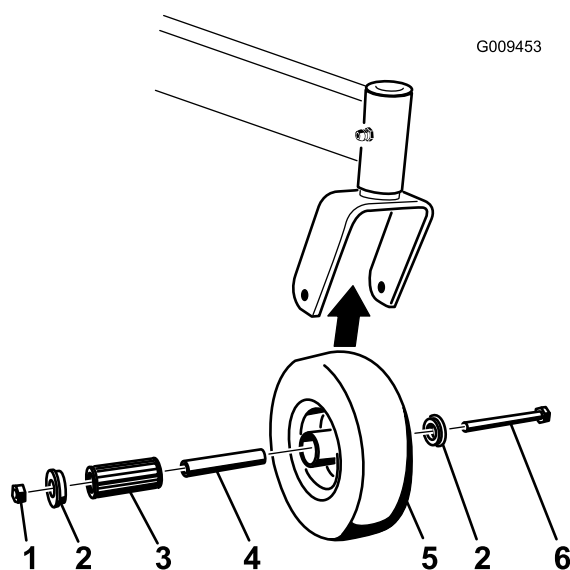

Figure 61
1. Enlevez le contre-écrou et le boulon de fixation de la roue pivotante à la chape (Figure 61).
2. Enlevez une bague, puis sortez la douille pour clé et le roulement à rouleaux du moyeu de roue (Figure 61).
3. Enlevez l'autre bague du moyeu, puis nettoyez la graisse et les saletés éventuellement présentes dans le moyeu (Figure 61).
**Remarque:** Remplacez les pièces endommagées ou usées (Figure 61).
5. Placez une bague dans le moyeu (Figure 61).
6. Lubrifiez le roulement à rouleaux et la douille pour clé, et insérez-les dans le moyeu (Figure 61).
7. Mettez la deuxième bague dans le moyeu (Figure 61).
8. Montez la roue pivotante dans la chape à l'aide du boulon et du contre-écrou (Figure 61).
9. Serrez le contre-écrou jusqu'à ce que la base de la douille pour clé soit en appui contre l'intérieur de la chape (Figure 61).